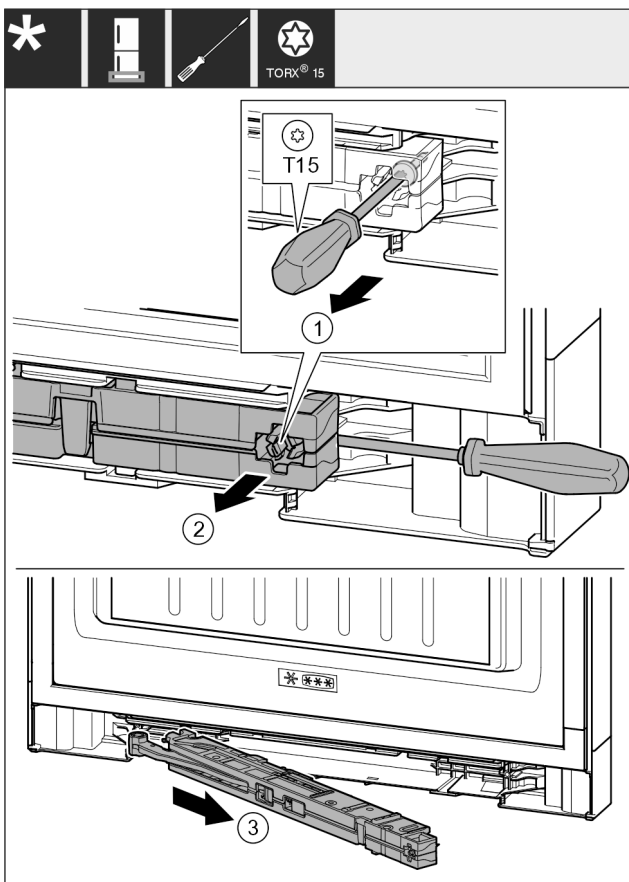

Fig. 17
- ▶ Schraube Fig. 17 (1) an Schließdämpfereinheit mit Schraubendreher 14 mm lösen.
- ▶ Schließdämpfereinheit Fig. 17 (2) griffseitig mit Schraubendreher nach vorne aushebeln.
- ▶ Schließdämpfereinheit Fig. 17 (3) herausziehen.